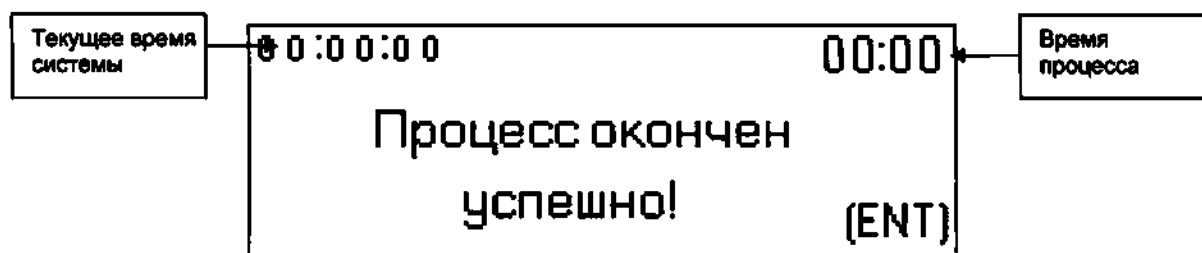

Рисунок 13
- После прохождения всех этапов, цикл обеззараживания автоматически завершается, раздается звуковой сигнал, на экране появляется надпись: «Процесс окончен успешно» (рис. 13). Это означает что цикл обеззараживания закончен. Для прерывания звукового сигнала необходимо нажать клавишу «ENT».